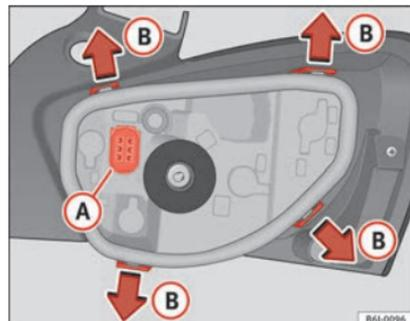

Fig. 109 Substituir lâmpadas das luzes traseiras.
- Retire o porta-lâmpadas, separando-o da carcaça. Para tal, pressione as patilhas **(B)** no sentido das setas »» **Fig. 109**.